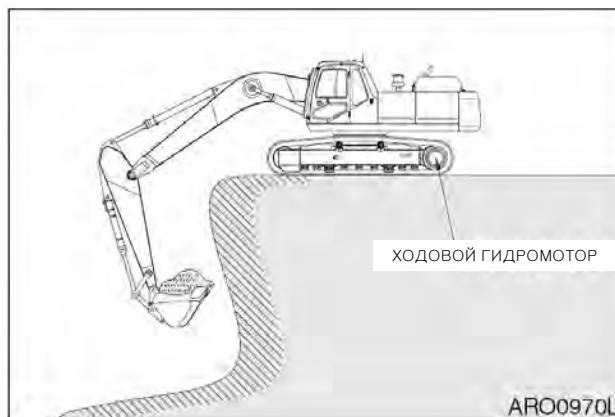

Рис. 57
9. При работе в непосредственной близости от края котлована убедиться, что машина находится на твердой поверхности. Расположить ходовые двигатели сзади. См. рис. 57.